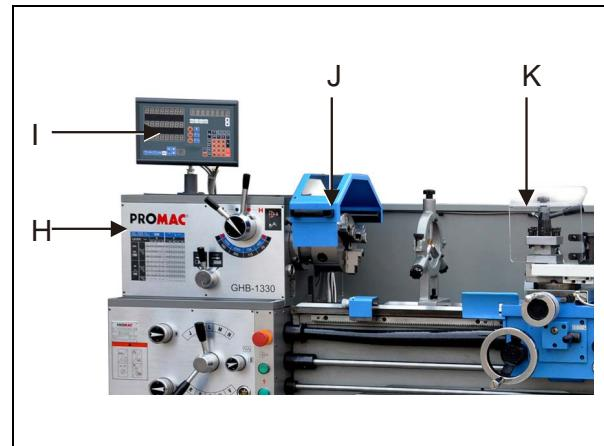

Fig 3
Le cache courroie (H, Fig 3) et le protège mandrin (J) sont surveiller par interrupteurs électriques. Pour démarrer la machine il faut les fermer.